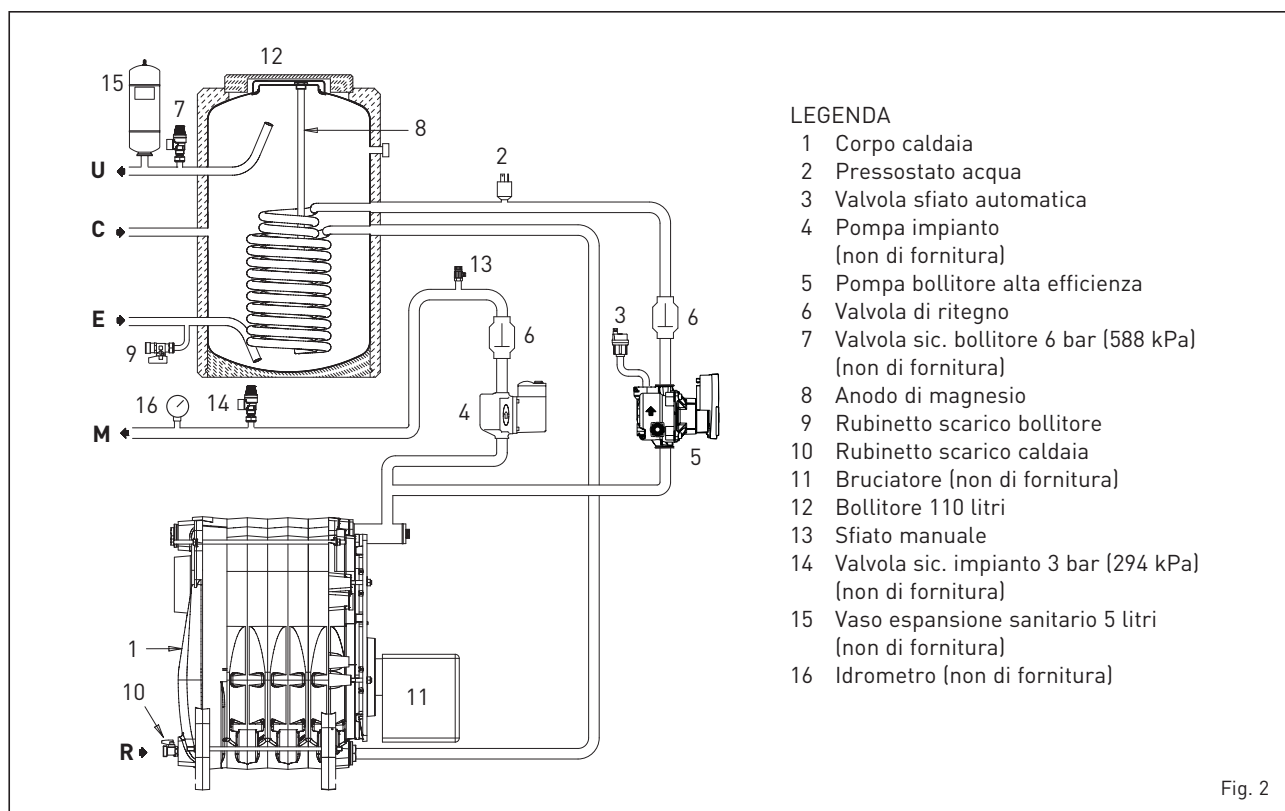

Fig. 2
1.4 SCHEMA FUNZIONALE (fig. 2)
2.3.1 Accessori da installare (fig. 2)
serpentino del bollitore. Per facilitare questa operazione posizionare orizzontalmente l'intaglio della vite di sblocco della valvola di ritegno (6 fig. 2). Spurgata tutta l'aria, riportare la vite nella posizione iniziale.